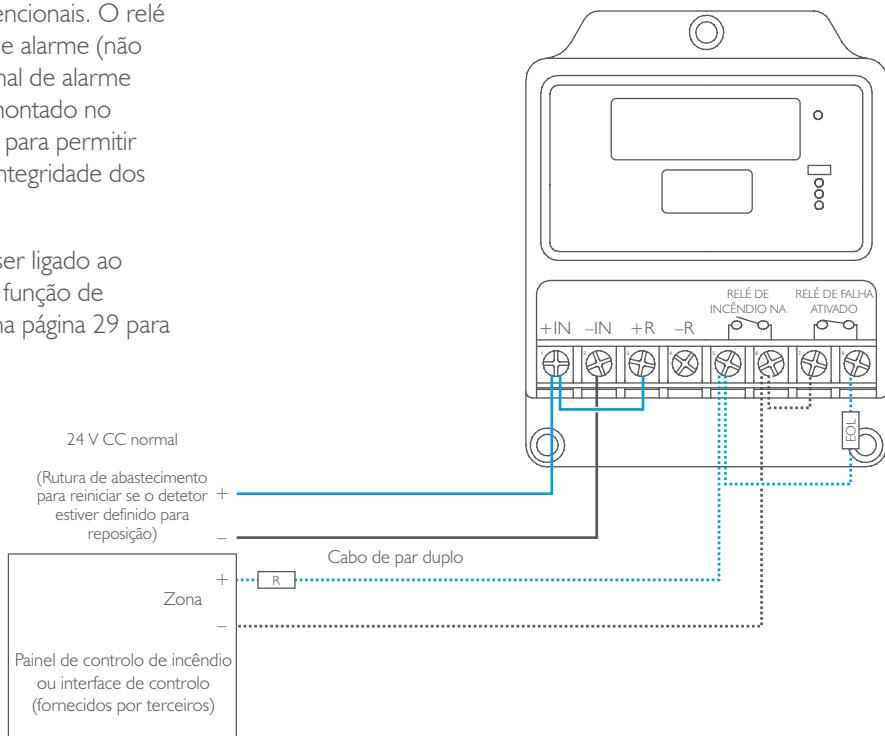

Figura 16. Diagrama de ligações de quatro condutores – detector único
- 2) Contactos sem tensão de dois relés internos RL1 (incêndio) e RL2 (falha ou pré-alarme). Utilizando os contactos de relé ligados numa configuração de quatro condutores, o estado do detetor pode ser assinalado novamente para o equipamento de controlo – ver Figura 16.